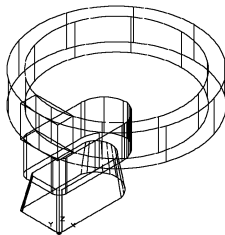

图 12-86 差集并消隐处理
(12) 单击“三维工具”选项卡“实体编辑”面板中的“差集”按钮, 将步骤 (11) 中绘制的大圆柱体与小圆柱体进行差集处理。
(13) 单击“可视化”选项卡“视觉样式”面板中的“隐藏”按钮, 对实体进行消隐, 结果如图 12-86 所示。